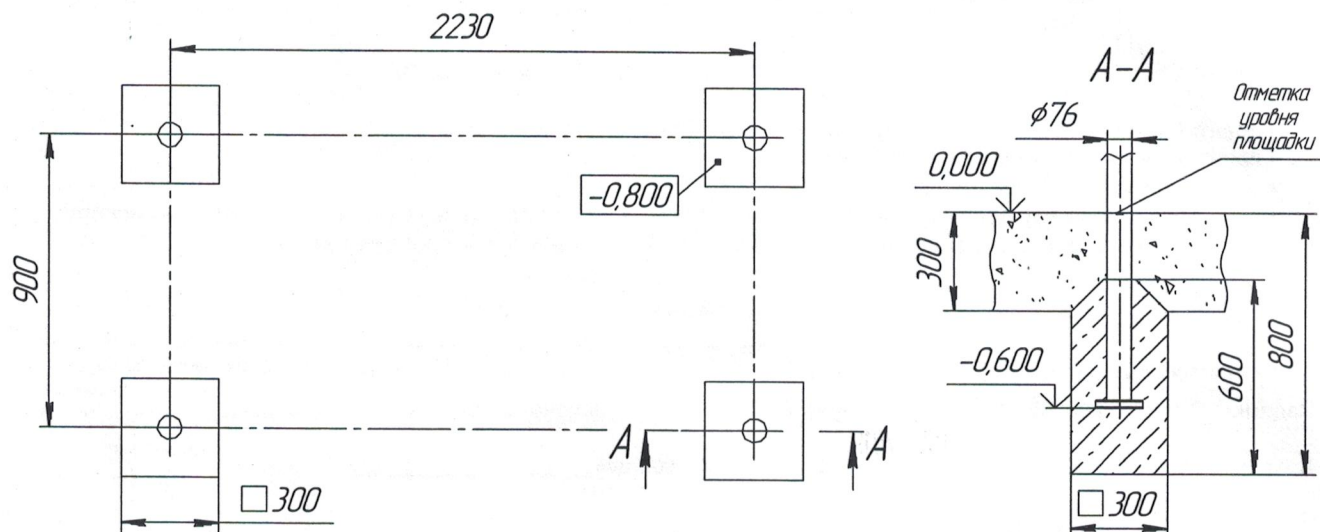

Рис. 3.
10.3.1. Провести планировку участка. Подготовить фундаментные ямы согласно рис.3, глубиной 800 мм.
10.3.2.2 Выставить оборудование по уровню и забетонировать (рис. 3).